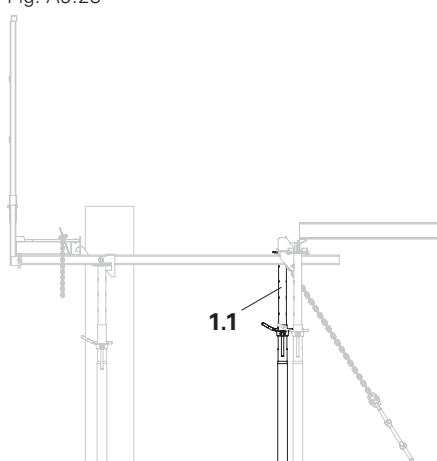

Fig. A9.25
5. Sostenere la piattaforma sulla traversa usando il terzo puntello senza testa di appoggio (1.1) (per sistemare il puntello per solai sulla traversa). (Fig. A9.25)